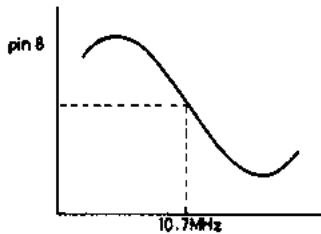
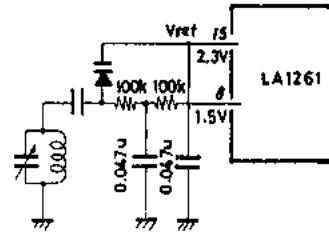

図1
図2 国内 (下側局発) バンド
- ・ 検波コイル推奨値をつぎに示す。（図1参照）
8ピンFM出力端子のSカーブは 図1のように変化する。したがって 図2, 3 のように国内バンド (下側局発) と国外バンド (上側局発) とで使い分けていただきたい。